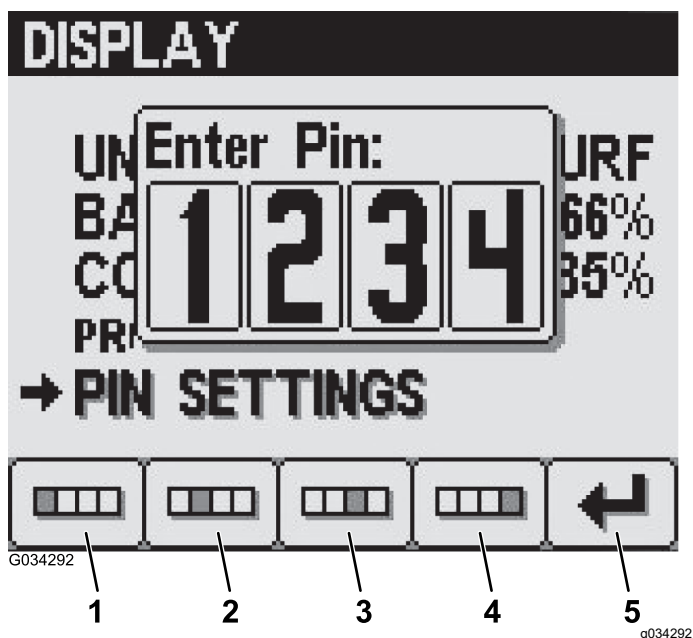

図 24
3. ボタン 14 で、PIN を入力する。PIN の入力ができたら、ボタン 5 を押す 図 24。
- PIN 入力画面で、ボタン 14 を使って現在の PIN を入力し、入力が完了したらボタン 5 を押す 図 24。